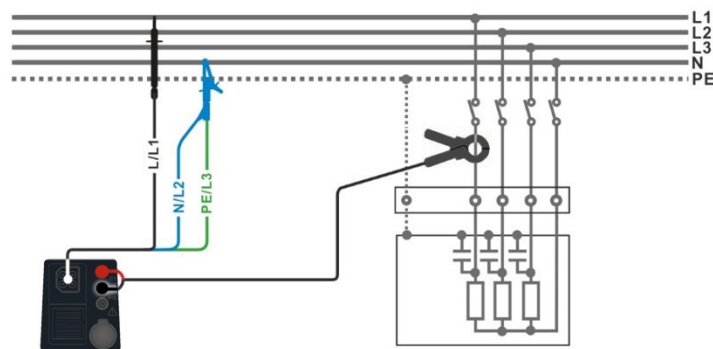

Abbildung 7.54: Leistungsmessung
- › Wählen Sie die Funktion **Leistung (P)** im Menü **LEIST**.
- › Schließen Sie die 3-Leiter-Prüfleitung und die Stromzange am Prüfobjekt an, siehe **Abbildung 7.54**.